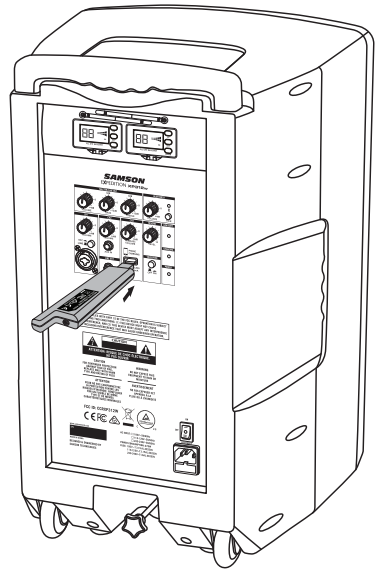

Abbildung 1
1. Schließen Sie den RXD2 USB-Empfänger direkt an einen der USB-Stecker auf der Rückseite des XP312w an (Abbildung 1) oder verwenden Sie das mitgelieferte USB-Verlängerungskabel (Abbildung 2).